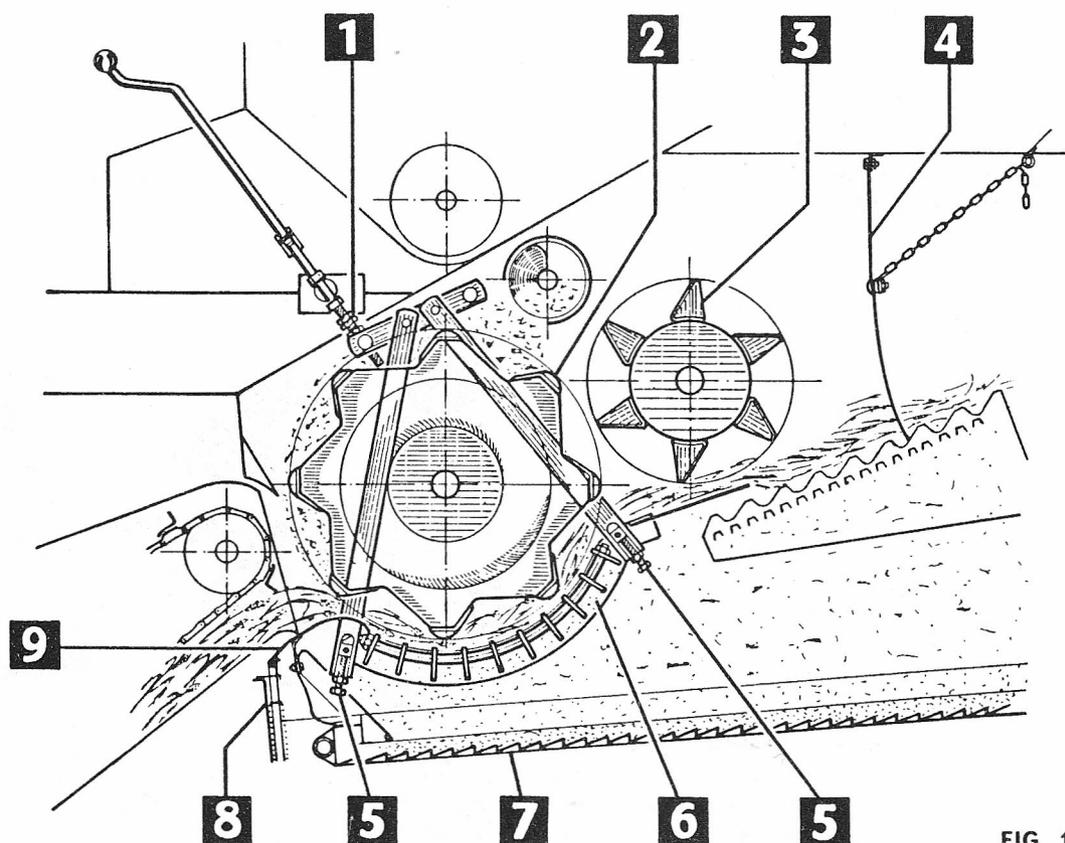

FIG. 14
Il raccolto proveniente dall'elevatore a spranghe viene afferrato dal battitore (2 - fig. 14): le spighe vengono battute e sgranate fra le spranghe di questo, che ruota ad alta velocità, e le spranghe del controbattitore (6) che è fisso: è evidente che la battitura dipende dalla velocità di rotazione del battitore e dalla distanza di questo dal controbattitore.
Ad ogni giro l'apertura anteriore e quella posteriore variano in una proporzione che è giusta per quasi tutti i prodotti; soltanto per il miglio ed il trifoglio è opportuno chiudere l'apertura anteriore avvitando le viti (5 - fig. 14) dei tiranti, di quattro giri per il miglio e di due per il trifoglio.
Non muovere mai il dado e controdado (1 - fig. 14) della manovella, perchè sono regolati al montaggio per evitare che le spranghe del battitore vadano a toccare quelle del controbattitore provocando il deterioramento di questi organi.
Per trebbiare prodotti con chicco grosso bisogna sfilare dal controbattitore un filo ogni due: per fare questo occorre sollevare la piattaforma di taglio, togliere la piastra di chiusura (8 - fig. 14) svitando le viti, togliere ancora lo scivolo (9) e si potrà così accedere al bordo anteriore del controbattitore.
Per sfruttare tutta la lunghezza degli scuotipaglia è appesa al tetto una tela frenapaglia (4 - fig. 14) che arresta i chicchi e la paglia lanciati con grande velocità dal postbattitore e li costringono ad adagiarsi sulle griglie. L'altezza di questa tela è regolata con una catena.